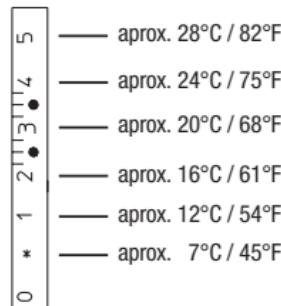

Fig. 5 Escala de temperatura del termostato "Uni LH"
- Ajuste el termostato a la temperatura ambiente requerida (fig. 5).